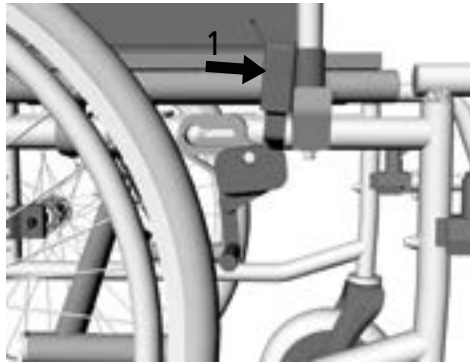

Abb.12
1. Drücken Sie den Bremshebel nach vorn, so dass die Bremse das Rad blockiert (1, Abb. 12).